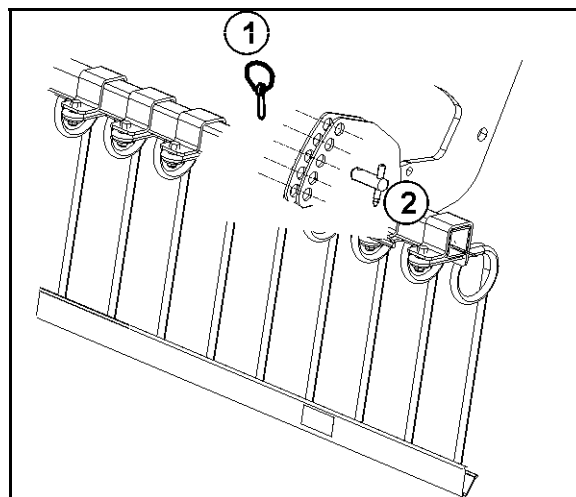

Fig. 40
Centaur kan udstyres med strigler bagude (Fig. 40), der så anvendes som ekstra bearbejdingsenheder.
2. Løsn klapsplitten (Fig. 40/1).
3. Sæt indstillingsbolten (Fig. 40/2) i den ønskede position.